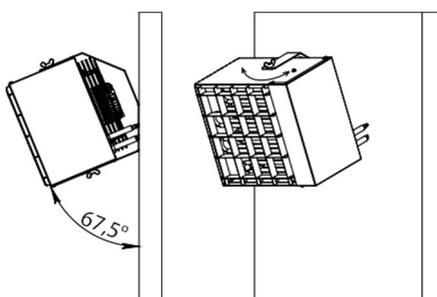

Fig. 8 - Inclinaison de 67,5°.
- Direction de l'écoulement à un angle de 22,5 ° avec possibilité de rotation autour de l'axe de rotation. (Fig. 8)